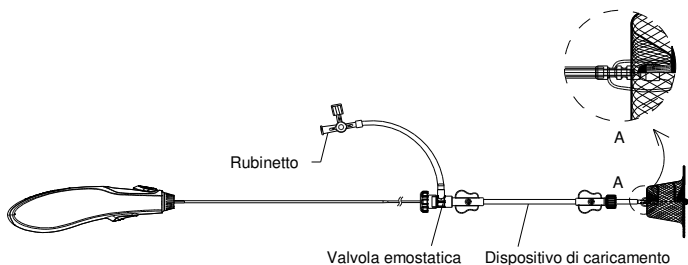
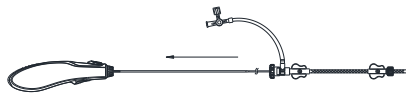

Figura 4. Illustrazione del sistema dell'occlusore per PDA CeraFlex™
Figura 5. Illustrazione dell'inserimento del dispositivo nel dispositivo di caricamento
- Verificare attentamente il collegamento tra l'occlusore e il cavo di rilascio (vedere la figura 4). Immergere sia il dispositivo che il dispositivo di caricamento nella soluzione fisiologica. Quindi tirare l'occlusore per PDA CeraFlex™ con un movimento rapido e deciso, per farlo entrare nel dispositivo di caricamento (vedere la figura 5).